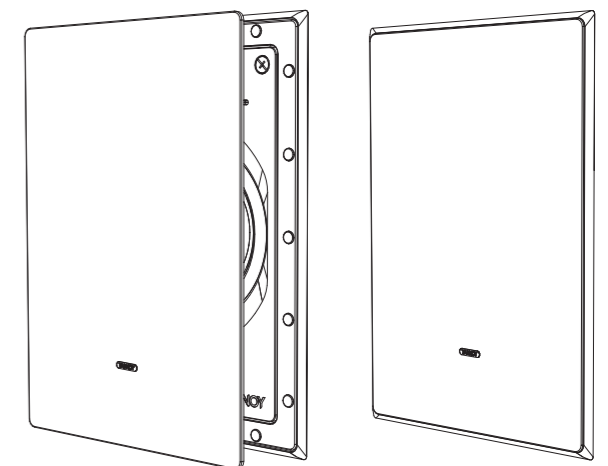

Fig. 15. Installing the Grille
1. Pressione a grelha na moldura, onde será fixada por ímãs (Fig. 15).